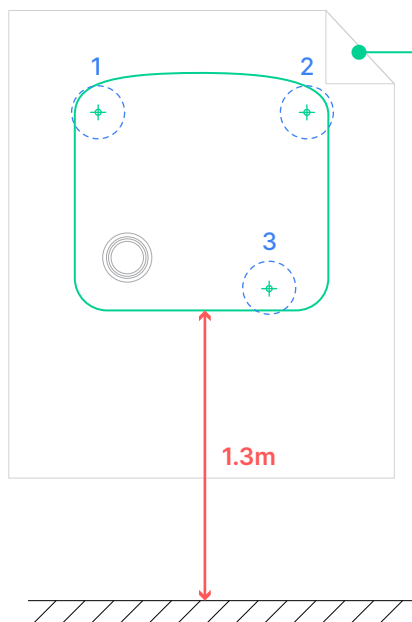

Fig. 4 - Șablon de găurire pentru punctele de montare a stației de încărcare
4. Marcați pe perete poziția celor 3 puncte de montare a stației de încărcare. Pentru o marcă rapidă și corectă a punctelor de montare, vă rugăm să utilizați șablonul de găurire furnizat. Se recomandă să instalați stația de încărcare ONE™ la 1,3 m deasupra solului. **(Fig. 4 - pagina 16)**